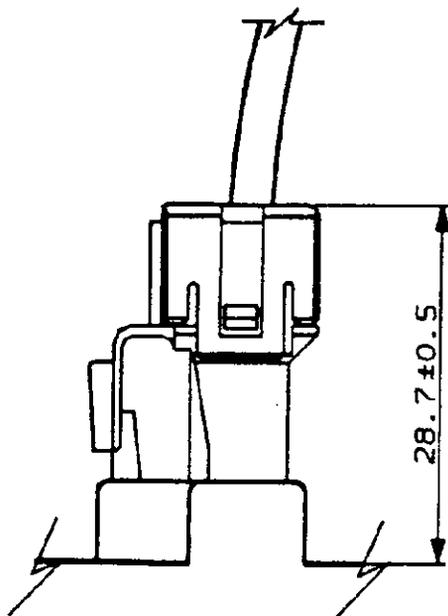

Fig. 9
- a.) Connettore C-282587-1       $28.7 \pm 0.5$       (Fig. 9)